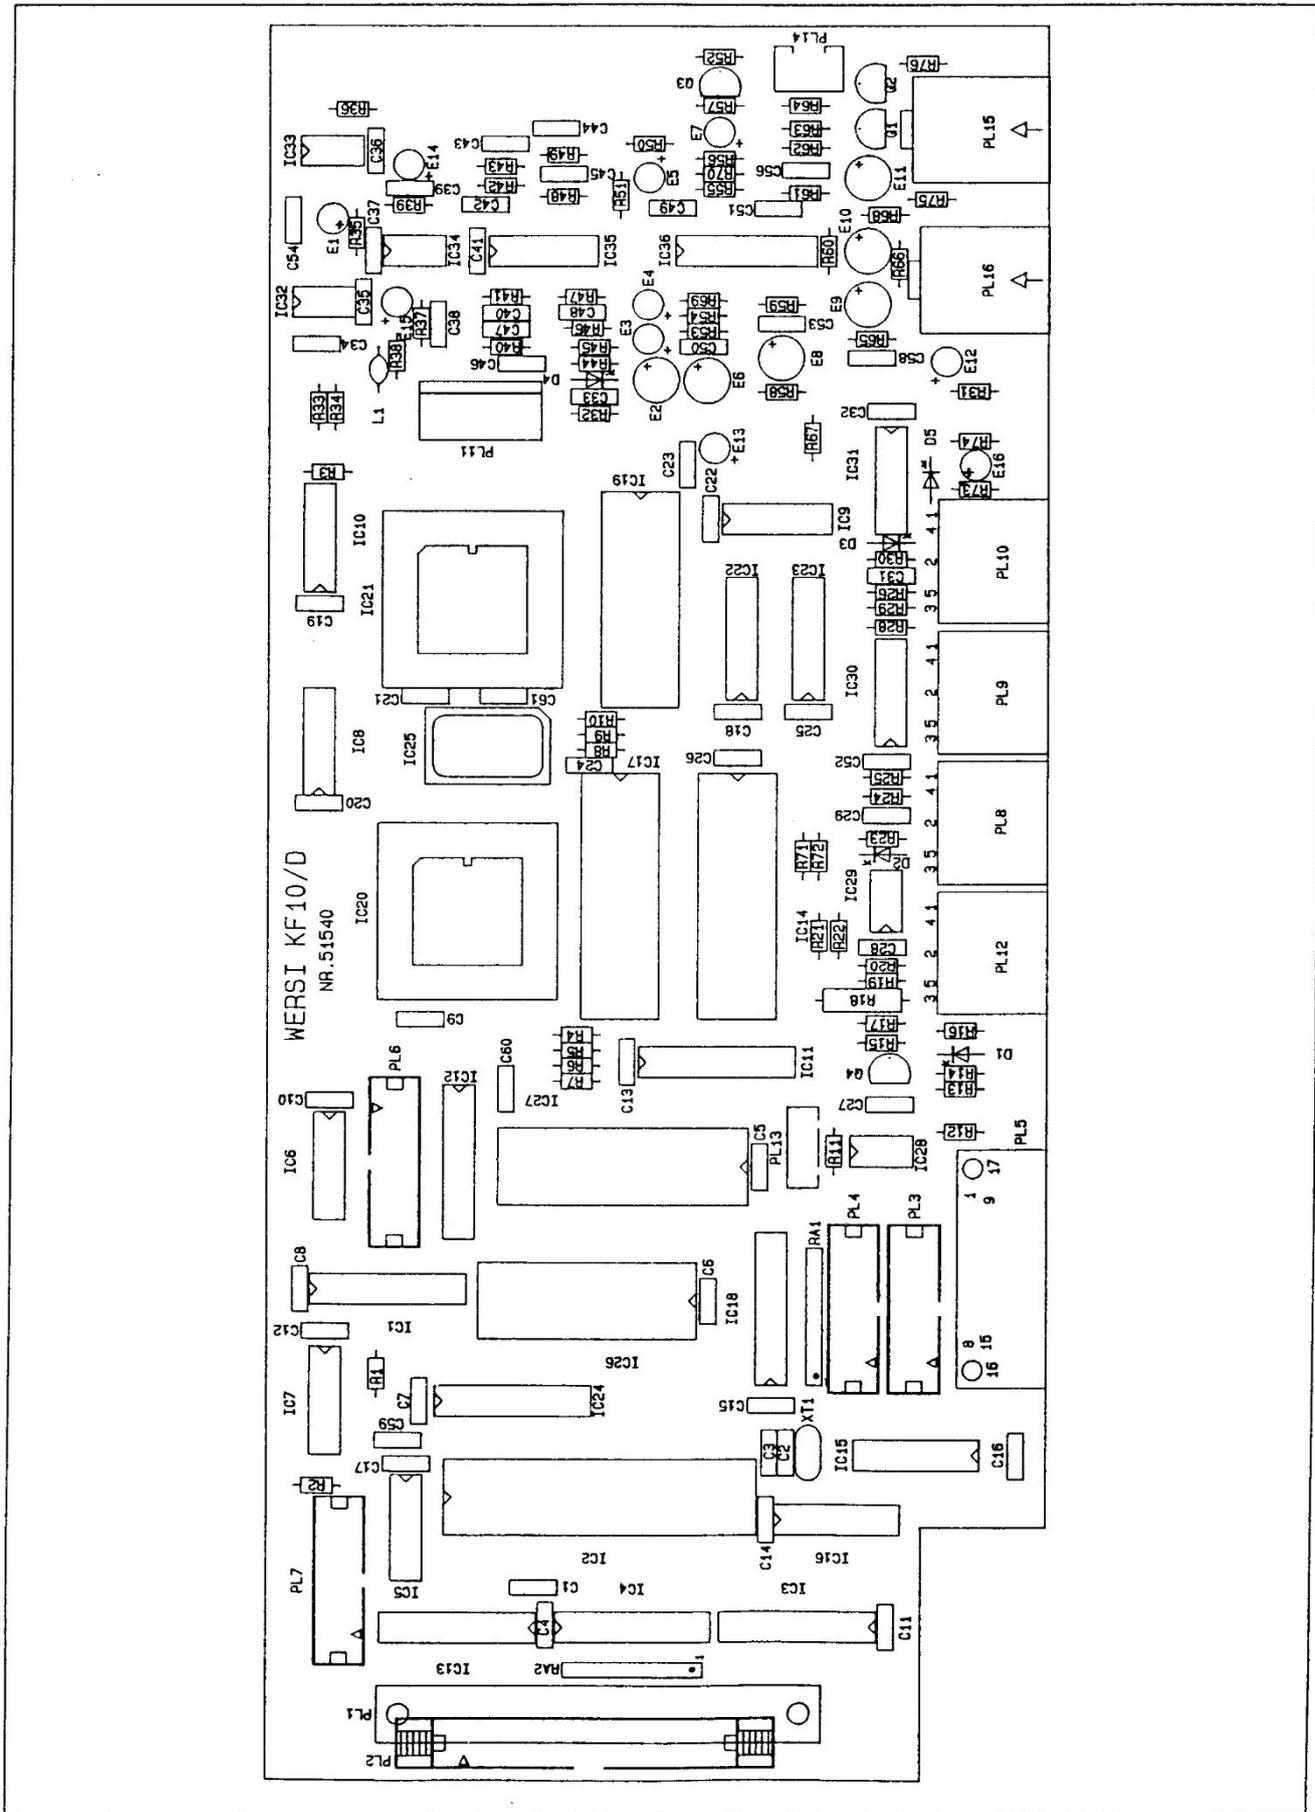

Abb. 16: Positionsdruck der Platine KF 10
- je nach Hersteller in Form eines Pfeiles, einer "1" oder einer Abschrägung oder Rundung an einer Ecke. Diese Markierung muß in Richtung R 3/IC 10 liegen, der Positionsdruck der Platine zeigt hierfür ein entsprechendes Symbol, vgl. auch Abb. 16.